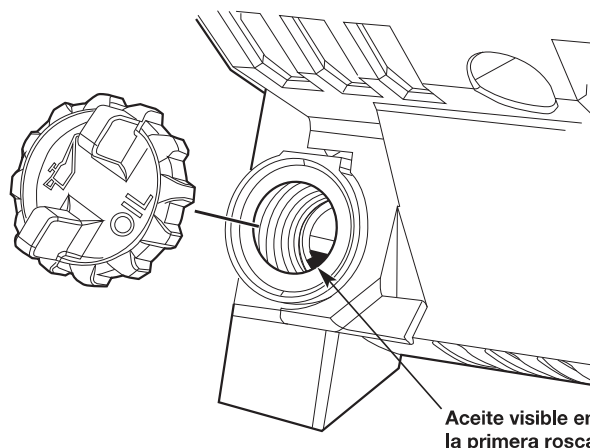

Fig. 20
3. Desenrosque el tapón para el llenado de aceite. El nivel de aceite debe ser visible en la primera rosca del depósito (Fig. 20). Si el nivel de aceite es demasiado bajo, añada aceite. Consulte Cómo agregar aceite
1. Limpie la zona que rodea al tapón del aceite (Fig. 20) para evitar que ingrese suciedad al orificio de llenado.
3. Agregue aceite por el orificio hasta que el nivel sea visible en la primera rosca del depósito (Fig. 20).